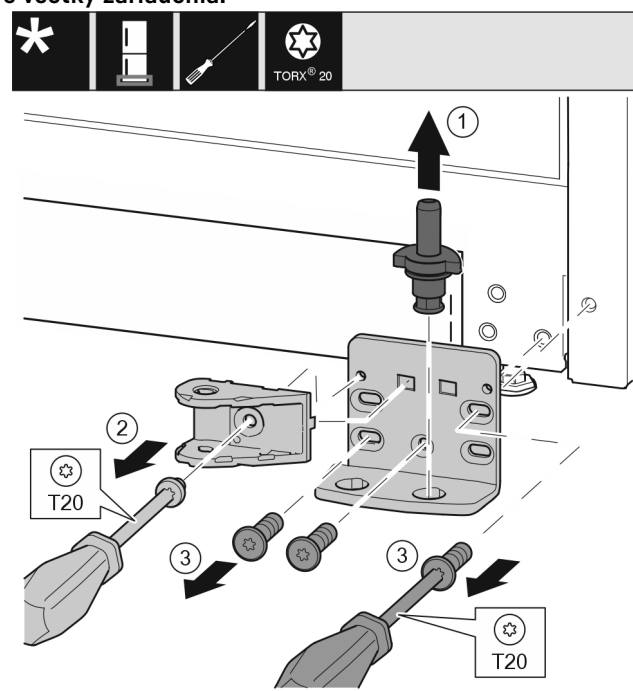

Fig. 34 *
- ▶ Ložiskový čap vytiahnite úplne nahor. Fig. 34 (1)*
- ▶ Skrutky vyskrutkujte skrutkovačom T20 a odnímate spoj tlmíča uzatvárania. Fig. 34 (2)
- Skrutky vyskrutkujte skrutkovačom T20 a odnímite ložiskovú konzolu. *Fig. 34 (3)**